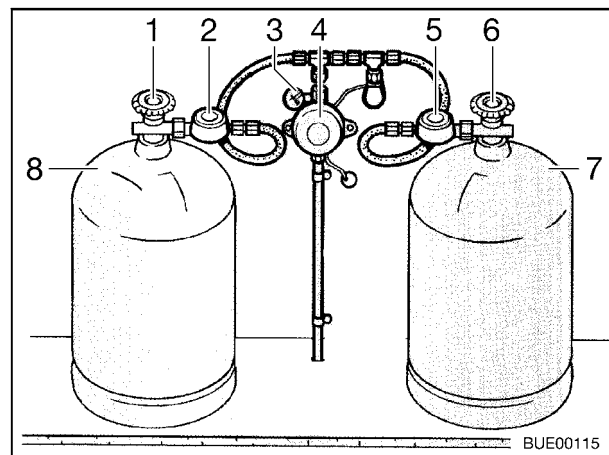

Bild 91 Triomatic-Umschaltanlage
- Haupt-Absperrventil (Bild 91,1) Betriebsflasche
- Gasdruckregler (Bild 91,2) Betriebsflasche
- Betriebsstandanzeiger (Bild 91,3)
- Anlagenregler (Bild 91,4)
- Gasdruckregler (Bild 91,5) Reserveflasche
- Haupt-Absperrventil (Bild 91,6) Reserveflasche
- Betriebsflasche (Bild 91,8)
- Reserveflasche (Bild 91,7)
Die Triomatic-Umschaltanlage schaltet automatisch die Gaszufuhr von der Betriebsflasche (Bild 91,8) auf die Reserveflasche (Bild 91,7) um, wenn die Betriebsflasche leer oder nicht mehr betriebsbereit ist. Dabei kann die Heizung in Betrieb bleiben.
Die Triomatic-Umschaltanlage besteht aus zwei Gasdruckreglern (Bild 91,2 und 5) und einem Anlagenregler (Bild 91,4). Der Gasdruckregler Betriebsflasche (Bild 91,2) ist durch ein grünes Typschild gekennzeichnet, der Gasdruckregler Reserveflasche (Bild 91,5) durch ein rotes Typschild. Mit dem Betriebsstandanzeiger (Bild 91,3) am Anlagenregler kann die Gasanlage auf Dichtheit geprüft werden. Die Gasdruckregler sind mit Kombi-Anschlüssen ausgestattet und erlauben den Anschluss an alle Gasflaschengrößen (3 kg bis 33 kg).
- Haupt-Absperrventil (Bild 91,6) an der Reserveflasche (Bild 91,7) öffnen.
- Haupt-Absperrventil (Bild 91,1) an der Betriebsflasche (Bild 91,8) öffnen.
Beide Gasdruckregler sind jetzt entlüftet. Der Anlagenregler (Bild 91,4) versorgt die Verbraucher mit dem entsprechenden Druck, unabhängig davon, ob die Betriebsflasche oder die Reserveflasche Gas liefert. Welche Gasflasche die Versorgung übernommen hat, ist am Betriebsstandanzeiger (Bild 91,3) durch ein grünes oder rotes Feld ersichtlich.
- Bei Betrieb mit nur einer Gasflasche ist der Gasdruckregler Betriebsflasche (Bild 91,2) anzuschließen.
Steht der Betriebsstandanzeiger (Bild 91,3) im roten Bereich, ist die Betriebsflasche (Bild 91,8) zu wechseln.
- Haupt-Absperrventil (Bild 91,1) an der Betriebsflasche (Bild 91,8) schließen.
- Alle Verbraucher können aus der Reserveflasche (Bild 91,7) (rotes Typschild) versorgt und weiter betrieben werden.
- Volle Gasflasche an den Gasdruckregler Betriebsflasche (Bild 91,2) anschließen.
- Haupt-Absperrventil (Bild 91,1) an der Betriebsflasche öffnen. Die Betriebsflasche liefert automatisch wieder Gas.
- Gelegentlich die Reserveflasche (Bild 91,7) als Betriebsflasche verwenden, um zu prüfen, ob die Reserveflasche ausreichend gefüllt ist.
- grüne Kontroll-Leuchte: Betriebsflasche (Bild 91,8)
- rote Kontroll-Leuchte: Reserveflasche (Bild 91,7)